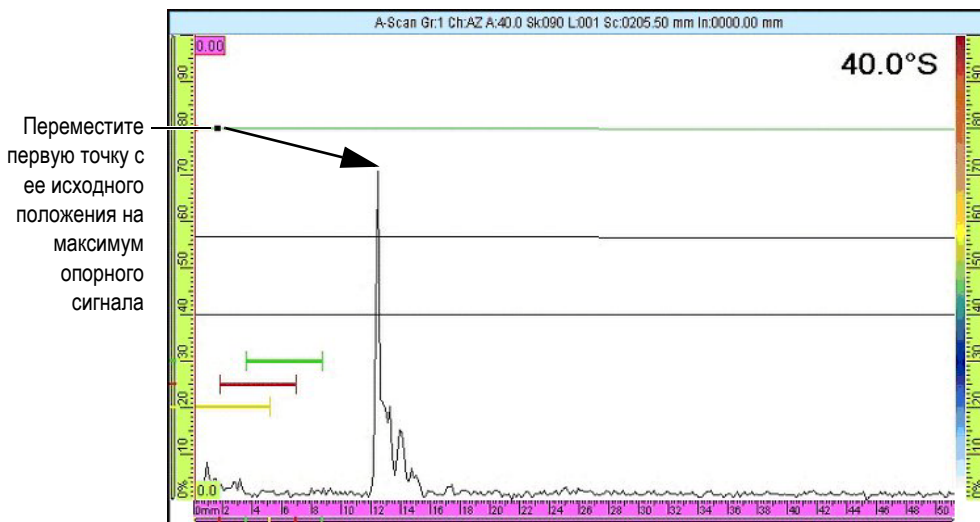

Рис. 6-6 Первая точка кривой DAC
3. Установите преобразователь на образец для получения максимальной амплитуды сигнала от опорного отражателя, соответствующей первой точке, которую нужно добавить на кривую DAC (см. Рис. 6-6 на стр. 172).